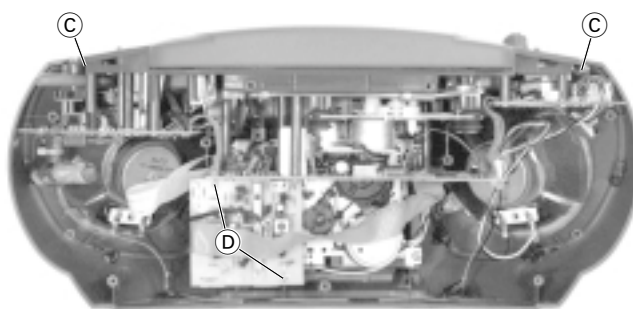

Fig. 2
- 2 Schrauben (C) und 2 Schrauben (D) (Fig. 2) herausschrauben.
- Undo 2 screws (C) and 2 screws (D) (Fig. 2).